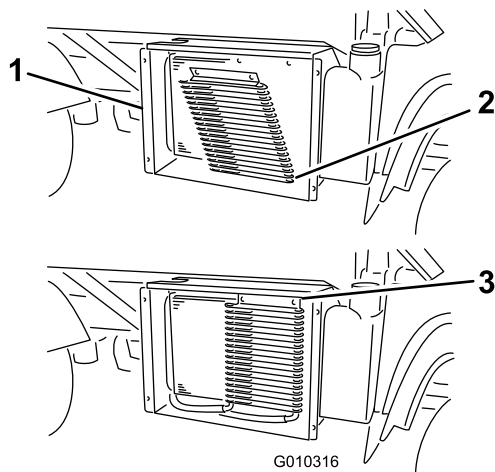

Figura 69
6. Se presenti, ruotate i fermi e spostate il refrigeratore dell'olio dal radiatore (Figura 69).